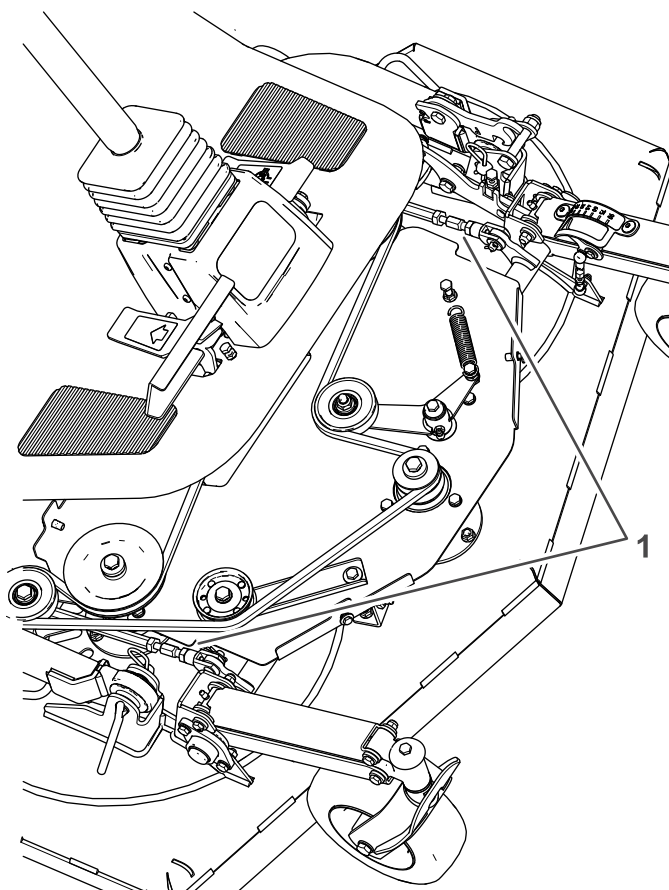

**Figura 99**
- B. Para elevar la parte delantera de la máquina a 64 mm, afloje la contratuerca y ajuste el perno de ajuste; consulte Figura 99.
- C. Para elevar la parte trasera de la unidad de corte, afloje las tuercas autoblocantes de las bielas a ambos lados de la unidad de corte (Figura 99 y Figura 100).
6. Apriete las tuercas autoblocantes de las bielas (Figura 99).